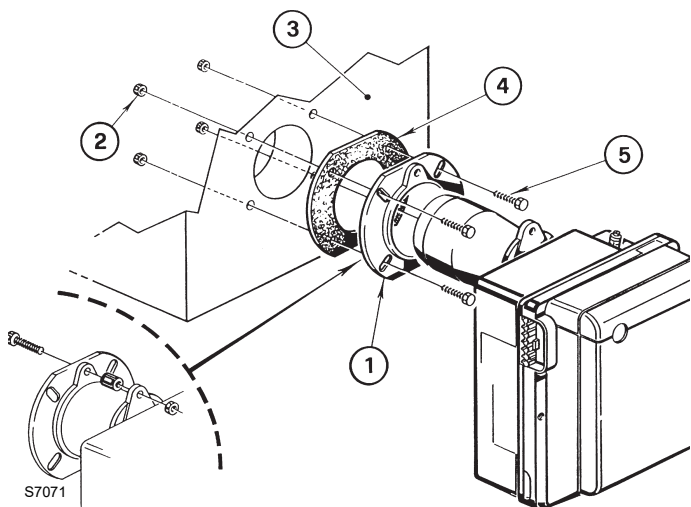

Fig. 4
- Insérer sur la bride (1) la vis et deux écrous, (voir Fig. 4).
- Elargir, si nécessaire, les trous dans le joint isolant (4).
- Fixer sur la plaque du générateur de chaleur (3) la bride (1) par l'intermédiaire des vis (5) et (si nécessaire) des écrous (2) en interposant le joint isolant (4) (voir Fig. 4).